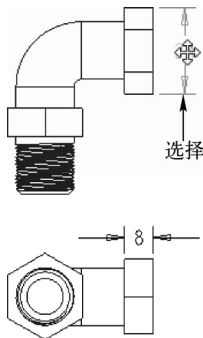

图 14-83 选择尺寸标注
STEP 01 打开模型文件，在绘图区中选择要进行移动的尺寸标注，尺寸加亮显示且鼠标指针呈十字箭头形状，如图 14-83 所示。